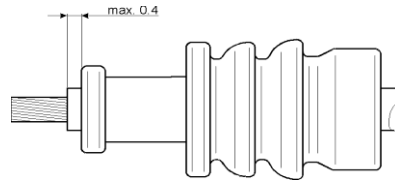

Figure 5
L'extrémité de l'isolant doit au moins être affleurant à la face avant du joint et ne doit pas dépasser de plus de 0.4mm de ce point (voir figure 5).
*The end of the wire insulation must at least be flush with the front face of the seal and may extend not more than 0.4mm beyond this (see figure 5).*